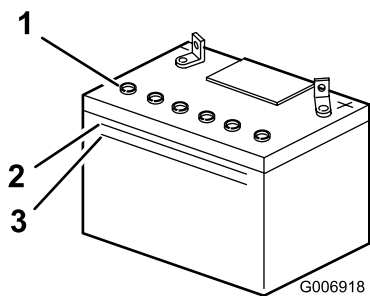

Figura 36
2. Mire hacia el lateral de la batería. El electrolito debe llegar a la línea superior (Figura 36).
Nota: no permita que el electrolito esté por debajo de la línea inferior (Figura 36).
- Retire los tapones de llenado (Figura 36).
- Vierta lentamente agua destilada en cada célula de la batería hasta que el nivel llegue a la parte inferior del tubo (Figura 36).